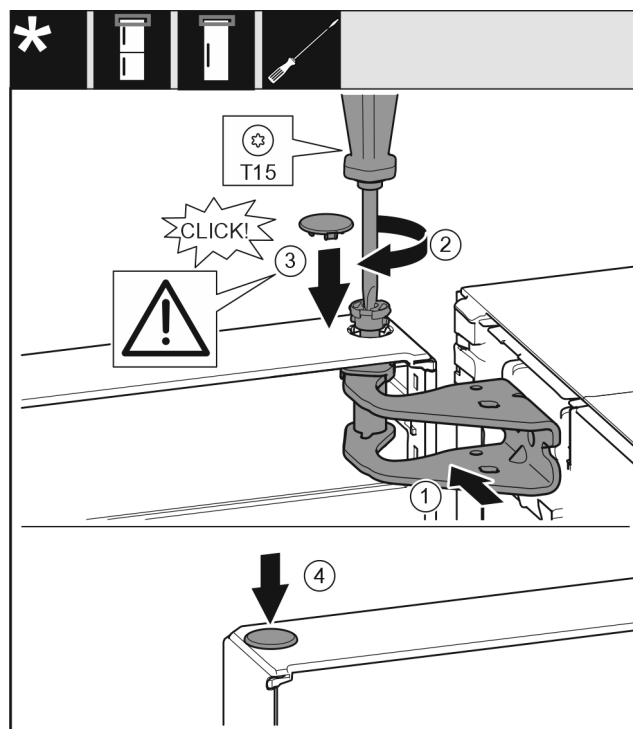

Fig. 23
- ▶ Aliniați ușa sus spre deschizătură în suportul de lagăr. Fig. 23 (1)
- ▶ Introduceți bolțul Fig. 23 (2) și înșurubați-l ferm cu șurubelnița.
- ▶ Montarea capacului de siguranță Fig. 23 (3) pentru siguranța ușii: Introduceți capacul de siguranță și controlați dacă este așezat pe ușă. În caz contrar, introduceți complet bolțul.
- ▶ Introduceți dopul Fig. 23 (4).